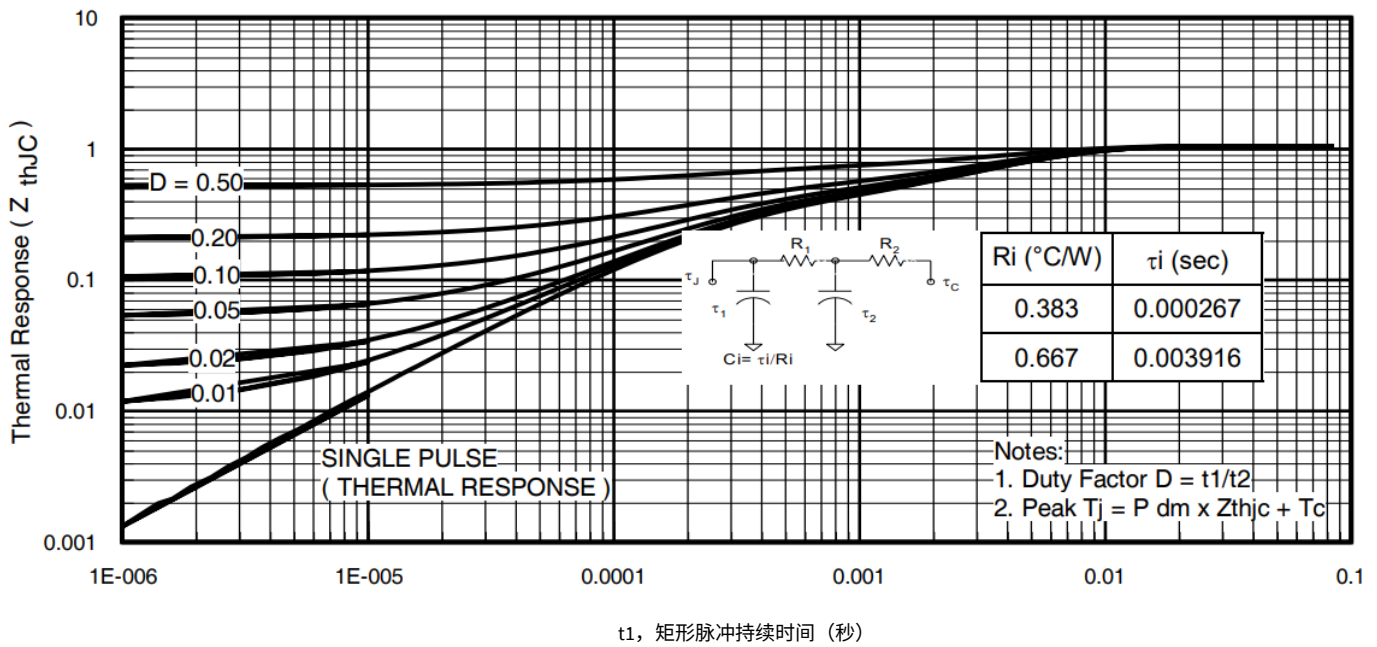
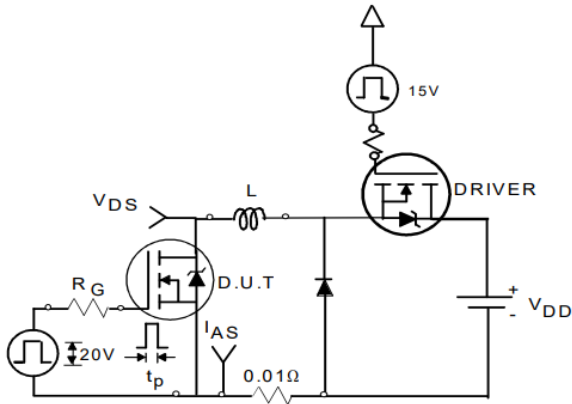

图 11.最大有效瞬态热阻，结到壳
Fig 12a. Unclamped Inductive Test Circuit
- ① 重复额定值；脉冲宽度受最高结温限制。（见图11）
- ② 受 T_{Jmax} 限制，初始 $T_J = 25^\circ\text{C}$ 、 $L = 0.16mH$ 、 $R_G = 25\Omega$ 、 $I_{AS} = 38A$ 、 $V_{GS} = 10V$ 。不建议在高于此值的情况运行器件。
- ③ 脉冲宽度 $\leq 1.0ms$ ；占空比 $\leq 2\%$ 。
- ④ $C_{oss\ eff.}$ 是一个固定电容值，当 V_{DS} 从 0 上升至 $80\% V_{DSS}$ 时，其充电时间与 C_{oss} 相同。
- ⑤ 受 T_{Jmax} 限制，典型重复的雪崩性能见图12a、12b、15、16。
- ⑥ 该值由样片故障总数决定。生产环境100%按照此值进行测试。
- ⑦ 安装在 1 英寸方形PCB（FR-4 或 G-10 材料）上时。有关建议的封装和焊接技术，请参阅应用注释 #AN-994。
- ⑧ R_θ 在 T_J 约 90°C 时测得
- ⑨ 根据最大允许结温计算连续电流。键合线电流限制为42A。请注意，若引脚发热，某些引脚安装布置会引起的电流限制。
3. 如下公式基于图 12a、12b 所示的电路和波形。